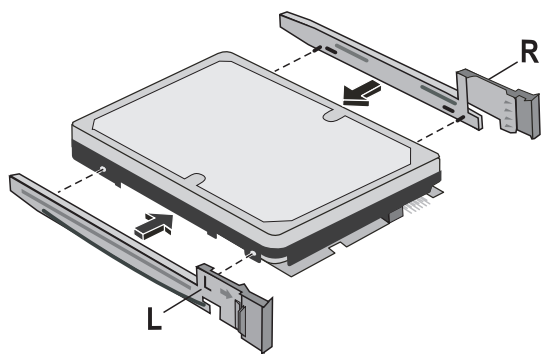

Figura 2-7. Fissaggio delle guide all'unità disco rigido cold swap
5. Fissare le guide ai lati dell'unità. Fare riferimento alla figura 2-7.